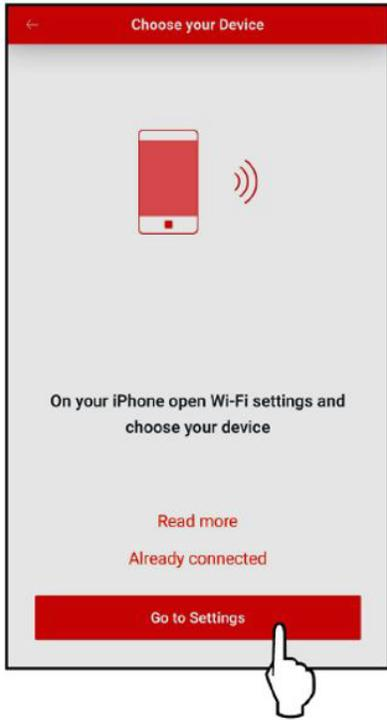

Figure 22. Appuyer sur Go To Settings
4. Appuyez sur le bouton "Go to Settings" sur l'écran "Choose your Device", voir **Figure 22**.